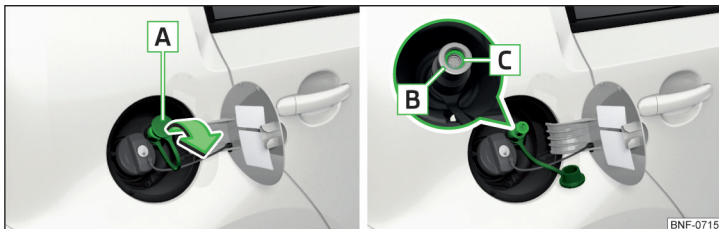

Fig. 104 Ștuțul de umplere cu GNC
- Scoateți capacul [A] » fig. 104 în sensul săgeții și aplicați cuplajul de umplere al stației de alimentare pe ștuțul de alimentare [B].
- Verificați dacă inelul de etanșare [C] » fig. 104 nu a rămas cumva blocat în ștuțul de alimentare [B]. Dacă inelul de etanșare a alunecat pe cuplajul de umplere, acesta trebuie introdus la loc în ștuțul de umplere.